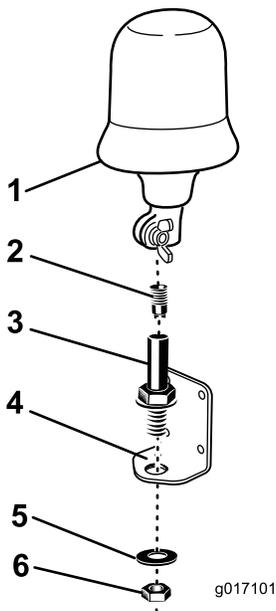

図 4
7. ビーコン・アセンブリをブラケットに取り付ける (図 4)。
8. ビーコンをソケットに接続し、蝶ナットで固定する (図 4)。
4. ビーコンのソケットからビーコン用コネクタを外す (図 4)。